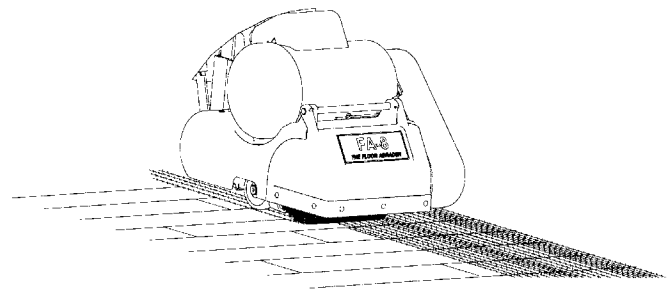
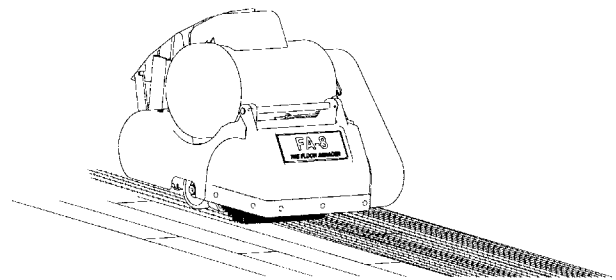

Figure 5A
Figure 5B
5. Vous pouvez faire avancer la machine contre (fig. 5A) ou dans le sens du sol (fig. 5B) pour réduire la surface que la machine ne peut pas atteindre et améliorer la couverture du sol.